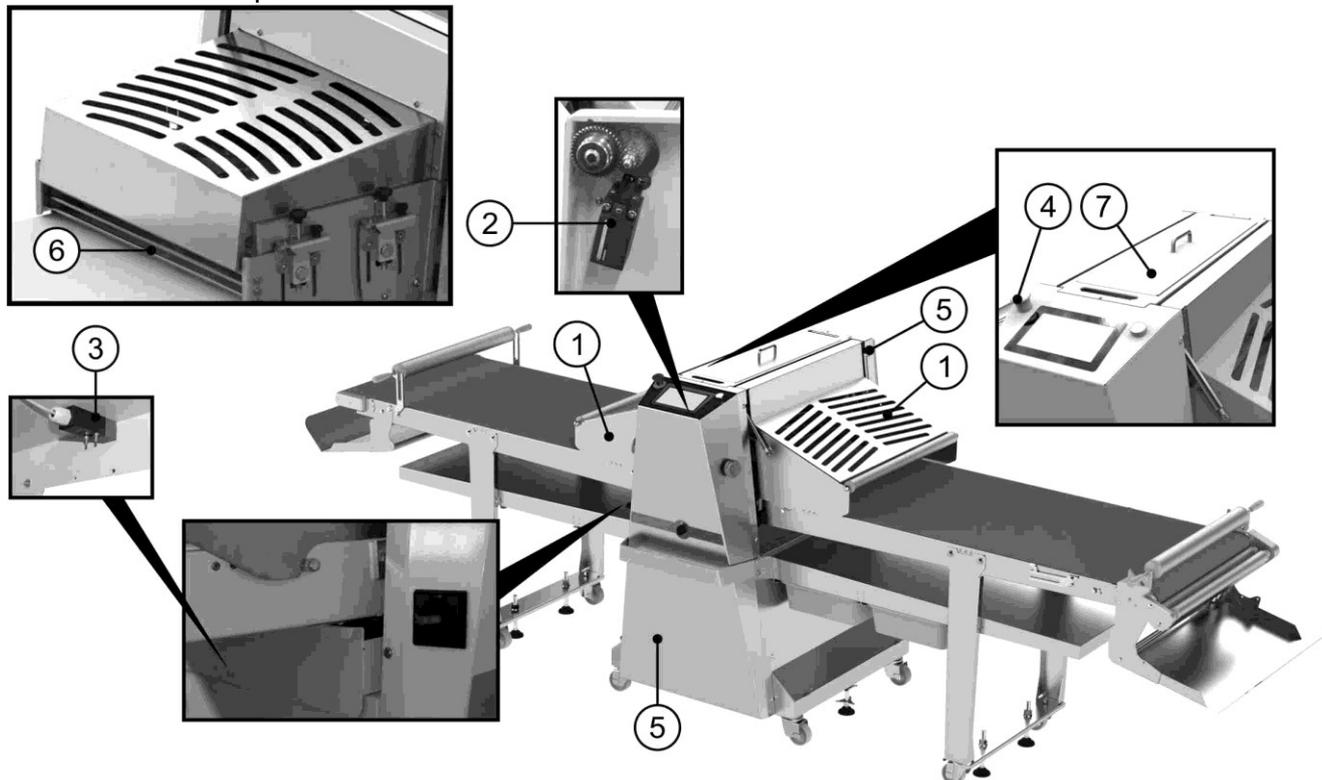

Рисунок 23
Ссылаясь на Рисунок 23, изложен перечень устройств и механизмов безопасности оборудования:
Фиксированные защитные покрытия. Речь идёт о защитных механизмах, зафиксированных специальными фиксаторами, которые не могут быть демонтированы без использования хотя бы одного специального инструмента. Ссылаясь на Рисунок 23, в основном речь идёт о частях, которые уже были ранее описаны в этом руководстве:
3. Проверьте блокировочные устройства съёмных защитных устройств Из. 1 Рис.23 согласно нормативам UNI EN 1674:2015 раздел 5.2.1.1. Используйте концевую меру длины на высоте 105 мм и проведите ею между лентой и защитной крышкой цилиндра. Проверьте, чтобы цилиндр, поднимаясь, задействовал микровыключатель. Проверьте на дисплее корректное выполнение этой операции, а именно работу микровыключателя (смотрите руководство по программированию, раздел «АВАРИЙНЫЕ СИГНАЛЫ»).
4. Откройте ящик для сбора муки Из. 3 Рис.23 и проверьте на дисплее корректное выполнение этой операции, а именно работу микровыключателя (смотрите руководство по программированию, раздел «АВАРИЙНЫЕ СИГНАЛЫ»).